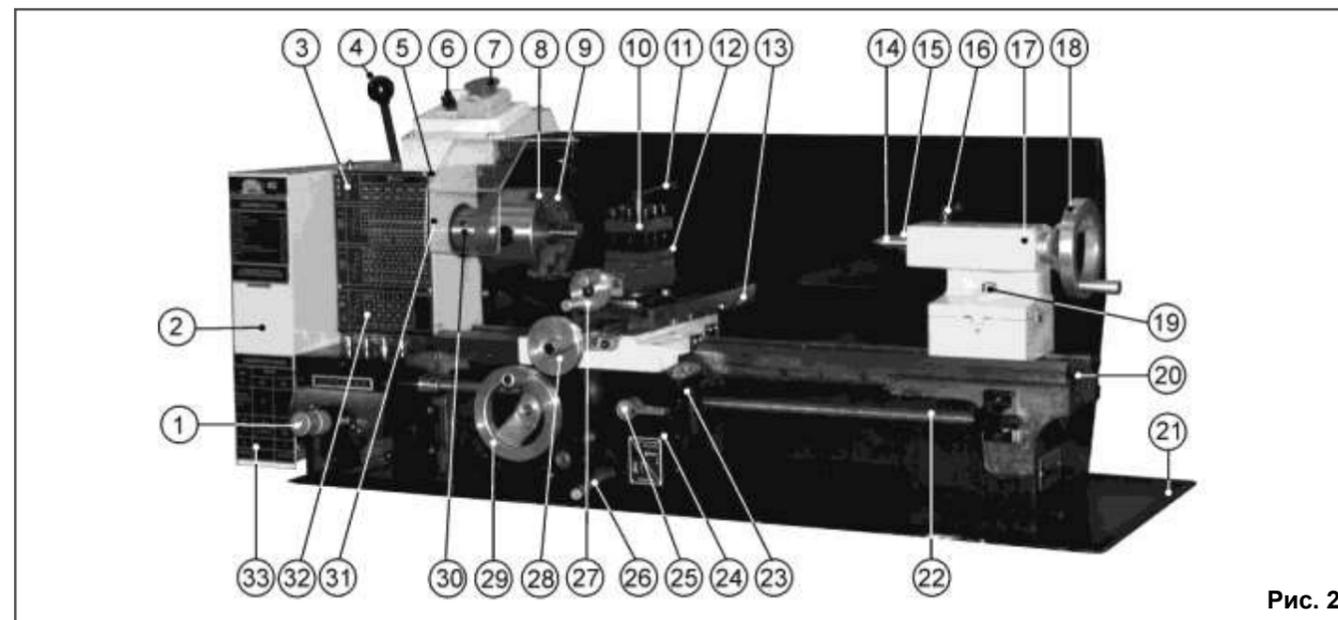

Рис. 2
7.1. Станок состоит из следующих сборочных единиц и деталей (рис. 2)
8.4. Установите пластиковую ручку (Ж) с осью ручки (Е), Рис.1, на маховик подачи поперечного суппорта (28), Рис. 2.
8.6. В конус пиноли (15) задней бабки (17) вставьте центр Морзе №2 (14), Рис. 2.
8.7. Установите ручку (Т), Рис. 1, на рычаг переключения скорости автоматической подачи (1), как показано на Рис. 2.
8.8. На ручку (Т), Рис. 1, рычага переключения скорости автоматической подачи (1), Рис. 2, накрутите колпачковую гайку (Ф), Рис. 1, как показано на Рис. 2.
8.9. Установите ручку (Р), Рис. 1, на рычаг натяжения ремня (4), как показано на Рис. 2.